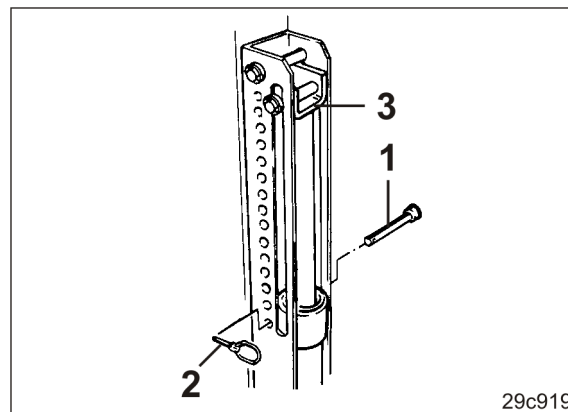

Fig. 180
3. Enficher l'axe (Fig. 180/1) en-dessous de la butée (Fig. 180/3) dans un alésage du segment perforé et le bloquer avec une goupille d'arrêt (Fig. 180/2).